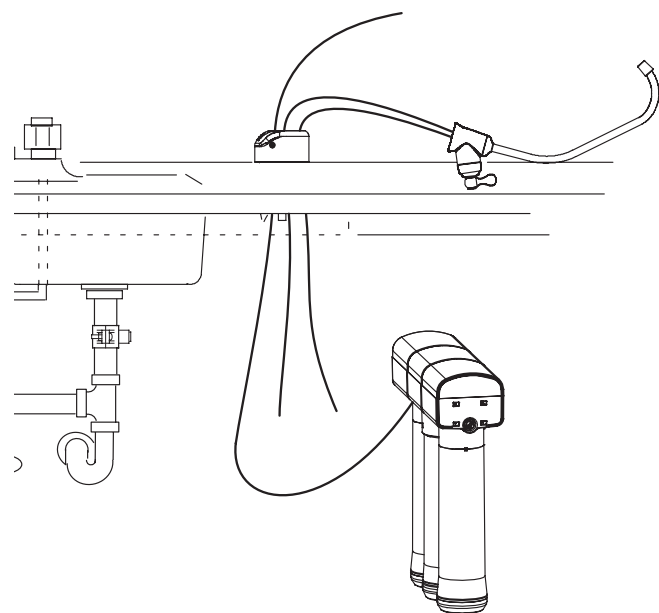

FIG. 15
4. Repérer le corps du robinet (les tuyaux bleu et noir sont déjà raccordés au robinet). Insérer ces tuyaux dans le trou jusqu'à ce qu'environ 30 cm de tuyaux restent entre le corps du robinet et la surface d'installation. Ne pas plier les tuyaux lors de cette étape. Cf Fig. 15.